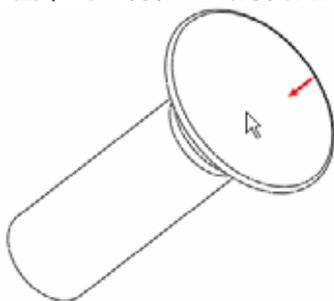

图 33-6
- (3) 在【属性】菜单中选择【光滑】|【完成】选项。
- (4) 选择模型大端面为草绘平面，调整特征生成方向为如图 33-6 所示。